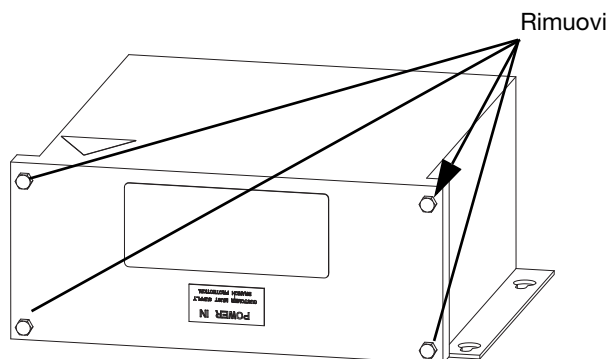

FIG. 8: Trasformatore indipendente
3. Rimuovere le quattro viti sul trasformatore come mostrato in **FIG. 8** e rimuovere il coperchio anteriore.